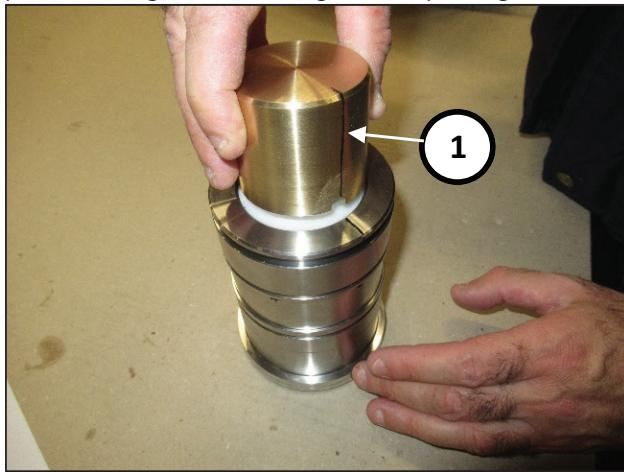

Fig. 179
Utiliser le tampon intérieur de l'outil n° 27945400 pour pousser les bagues dans leur logement (rep. ①, Fig. 179).